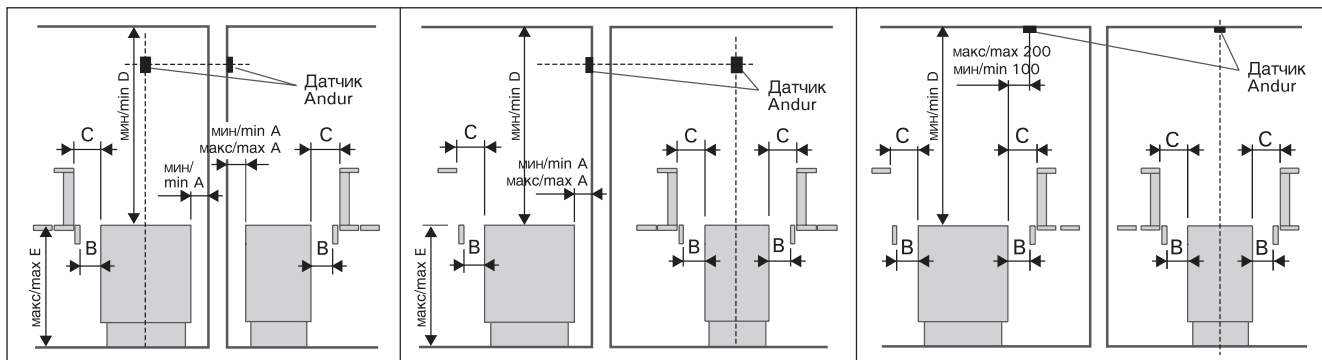

Рис. 3. Безопасные расстояния каменки. Вним.! Если значение E больше E макс., то И мин. = C мин.
- При расположении каменки выполняются условия минимальных расстояний, изображенных на рис. 3 и указанных в таблице 1. **Значения необходимо соблюдать, так как пренебрежение ними может привести к возникновению пожара.**
Перед установкой необходимо принять во внимание минимальные расстояния до легковозгораемых материалов. См. табл. 1 и рис. 3.